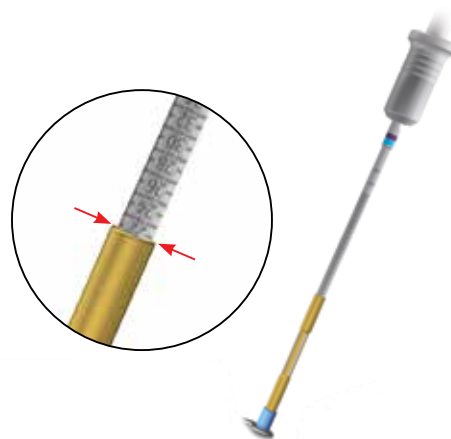

図11
2.7mmメジャリングスリーブ（品番：856301005）を2.7mmキャリブレイテッドドリルビット（品番：214227160）にセットし、F.A.S.T. ガイド越しにドリリングします。メジャリングスリーブをF.A.S.T. ガイドの端に当たるまでスライドさせ、手前側の目盛の数値を読みとります（図11）。